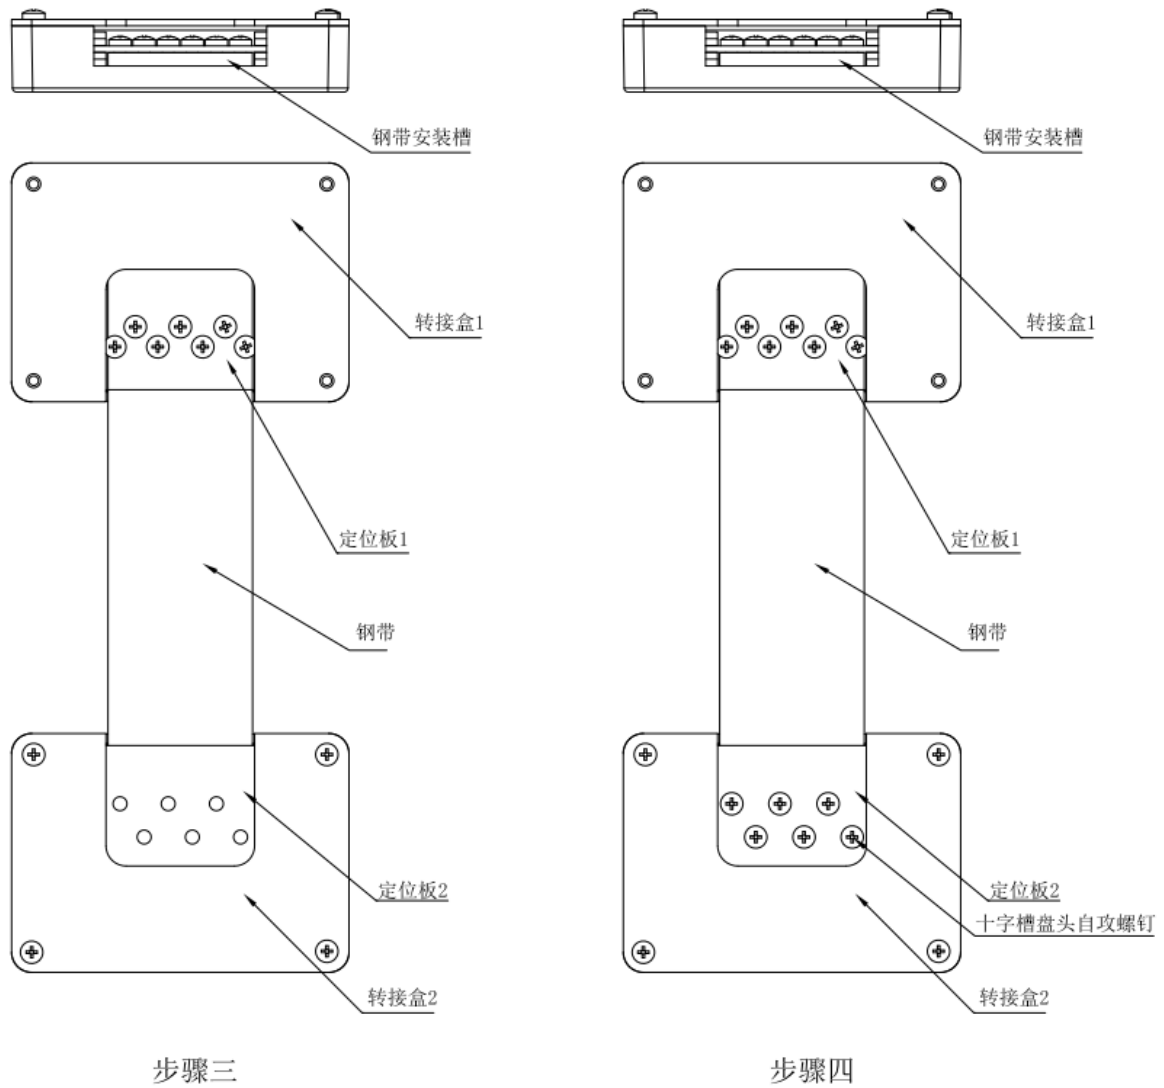

图 8 转接盒 2 的安装示意图
(3) 将钢带另一端插入转接盒 2 的钢带安装槽中，调整钢带使钢带左侧紧贴钢带安装槽左侧，如图 8 的步骤三所示；
(4) 用电动螺丝刀将十字槽盘头自攻螺钉拧入定位板 2 的孔中并打紧，如图 8 的步骤四所示。